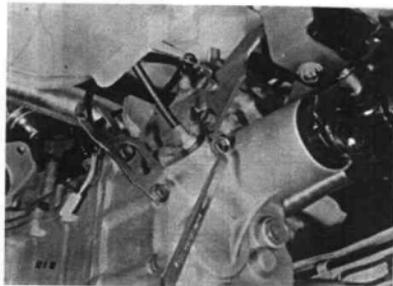

图 10-3
- (1) 从蓄电池负极和正极断开导线连接并用千斤顶顶起汽车。
- (2) 从插头处断开倒车灯开关线束。
- (3) 断开黑/黄线束与起动机正极的连接。
- (4) 从变速器壳体上拆下起动机并断开起动机负极连接的导线。
- (5) 从导线夹上拆下倒车灯开关线束。
- (6) 从变速器壳体上拆下速度表软轴（图 10-3）。